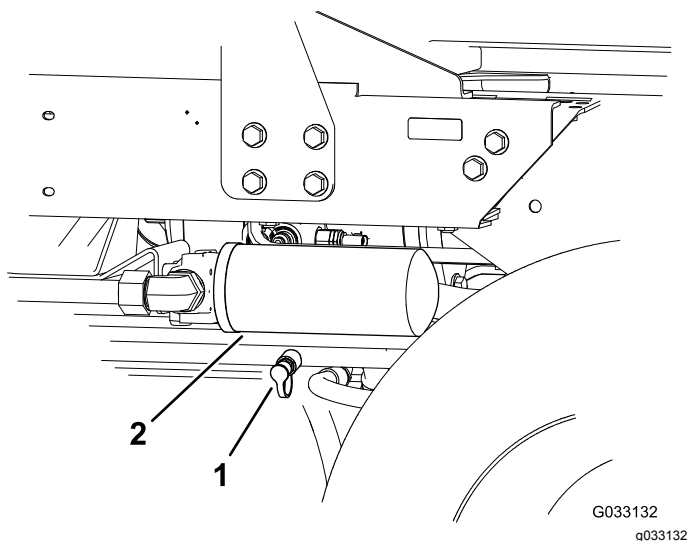

Рисунок 39
2. Подсоедините гидравлический шланг между диагностическими штуцерами, установленными в задний тяговый коллектор и в контрольное отверстие давления обратной тяги (Рисунок 39).